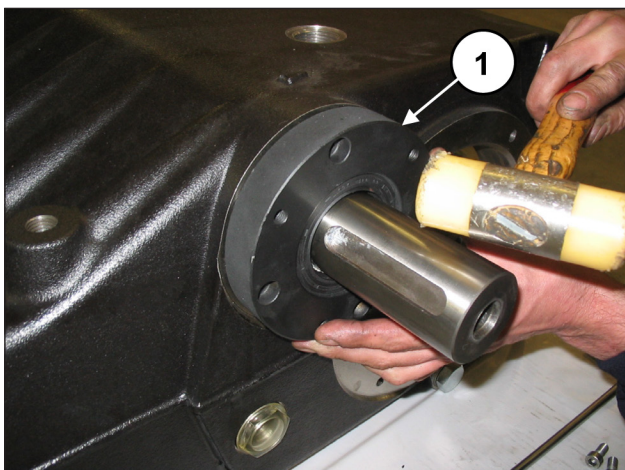
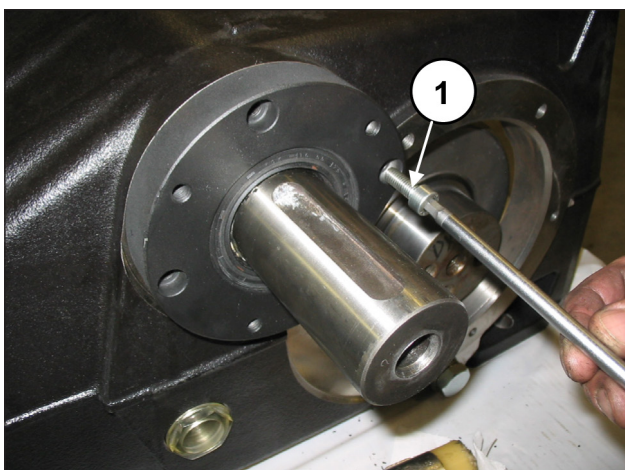

Fig. 68
Fig. 69
Montare un primo coperchio cuscinetto PTO (destra o sinistra) al carter pompa (pos. ①, Fig. 68) e fissarlo mediante 4 viti M8x30 (pos. ①, Fig. 69).
Montare il coperchio cuscinetto PTO mancante sul carter pompa (pos. ①, Fig. 68) e fissarlo mediante 4 viti M8x30 (pos. ①, Fig. 69).